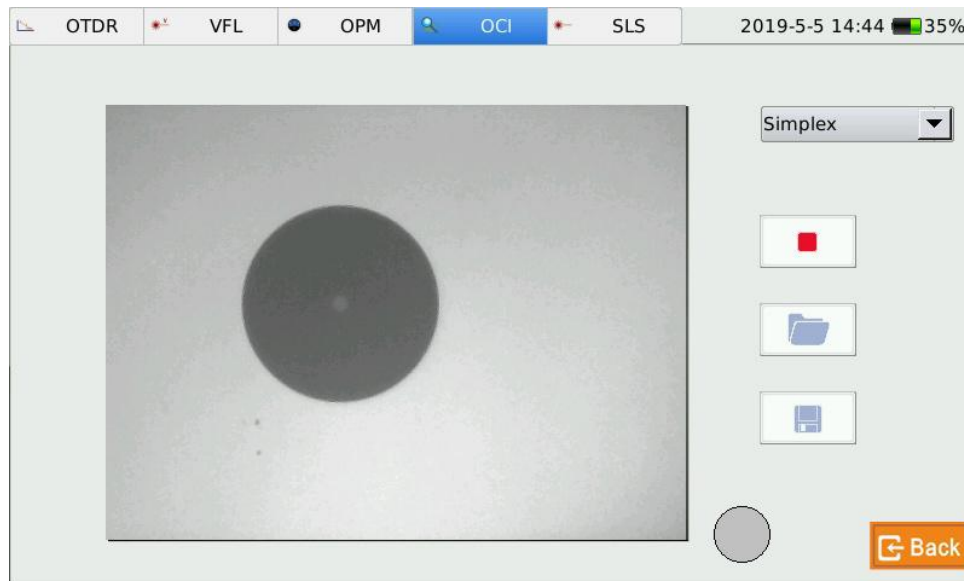

Fig. 18.2 Medición
4. Toque  Botón para iniciar la medición. Como se muestra en la Fig. 18.2